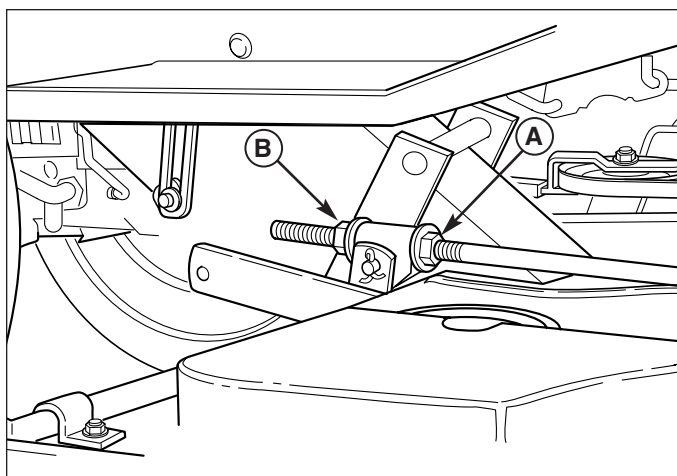

Figure 29. Tige de mise à niveau longitudinale (102 cm)
9. Voir la Figure 29. Pour lever l'avant de la plate-forme de la tondeuse, desserrez l'écrou avant (A) et tournez l'écrou arrière (B) contre le support (C).
10. Pour abaisser l'avant de la plate-forme de la tondeuse, desserrez l'écrou arrière (B) et le support (C) se déplacera vers l'arrière pour allonger la tige.
11. Vérifiez de nouveau les mesures avant de serrer l'écrou avant (A) contre le support.